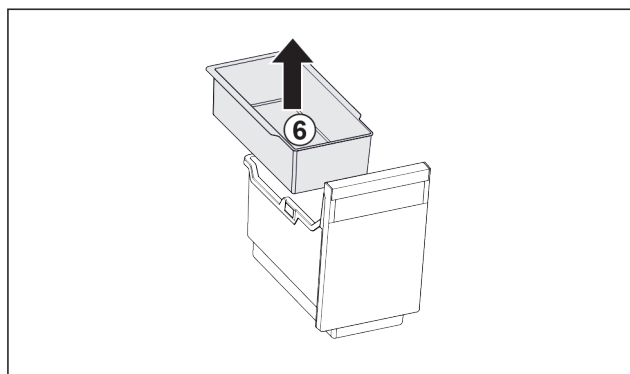

Fig. 139
- ▶ Izvadite ovjesnu posudu Fig. 139 (6).